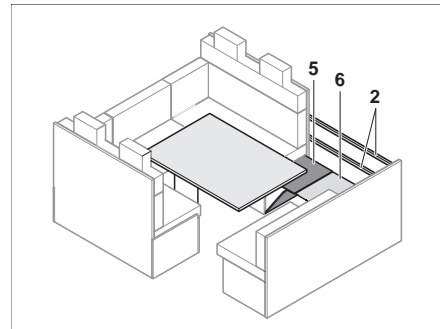

Fig. 119 Colocar la prolongación de apoyo
- Colocar las prolongaciones de apoyo (Fig. 119,2).